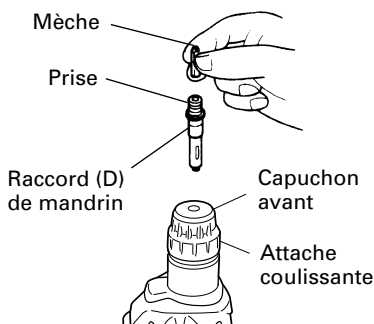

Fig. 18
6. Lors du vissage des vis machine (Fig. 18)
- **Ne pas essayer d'utiliser le marteau rotatif en fonction de rotation et percussion lorsque l'adaptateur (D) de mandrin et la pièce sont attachés.**
7. Enfoncement de vis à bois (Fig. 18)